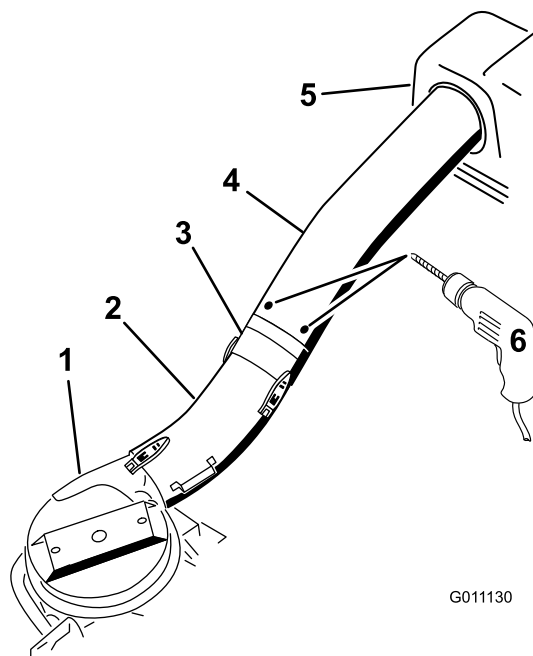

Figura 27
11. Usando los tres taladros o muescas del tubo superior como guía, perfora tres taladros (7/32" de diámetro) en el punto de unión de los tubos superior e intermedio (Figura 27).